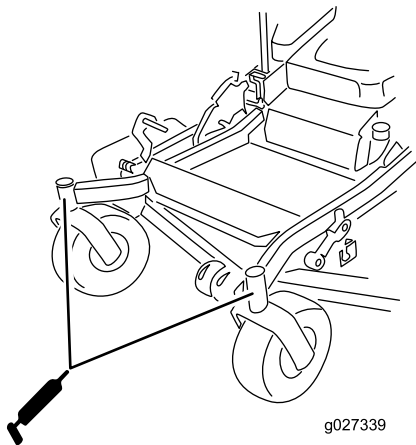

Figure 47
10. Remettez le bouchon hexagonal et le capuchon antipoussière en place (Figure 47).
11. Graissez les roulements des roues pivotantes (Figure 47).